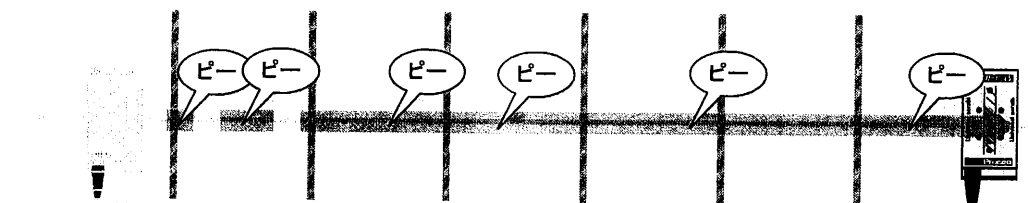

図62 : 鉄筋の上をプローブが移動している場合。
- 等間隔に“ピー”音がならなければ、プローブの真下に横の鉄筋があり、その影響を受けている可能性があります。(図62参照)